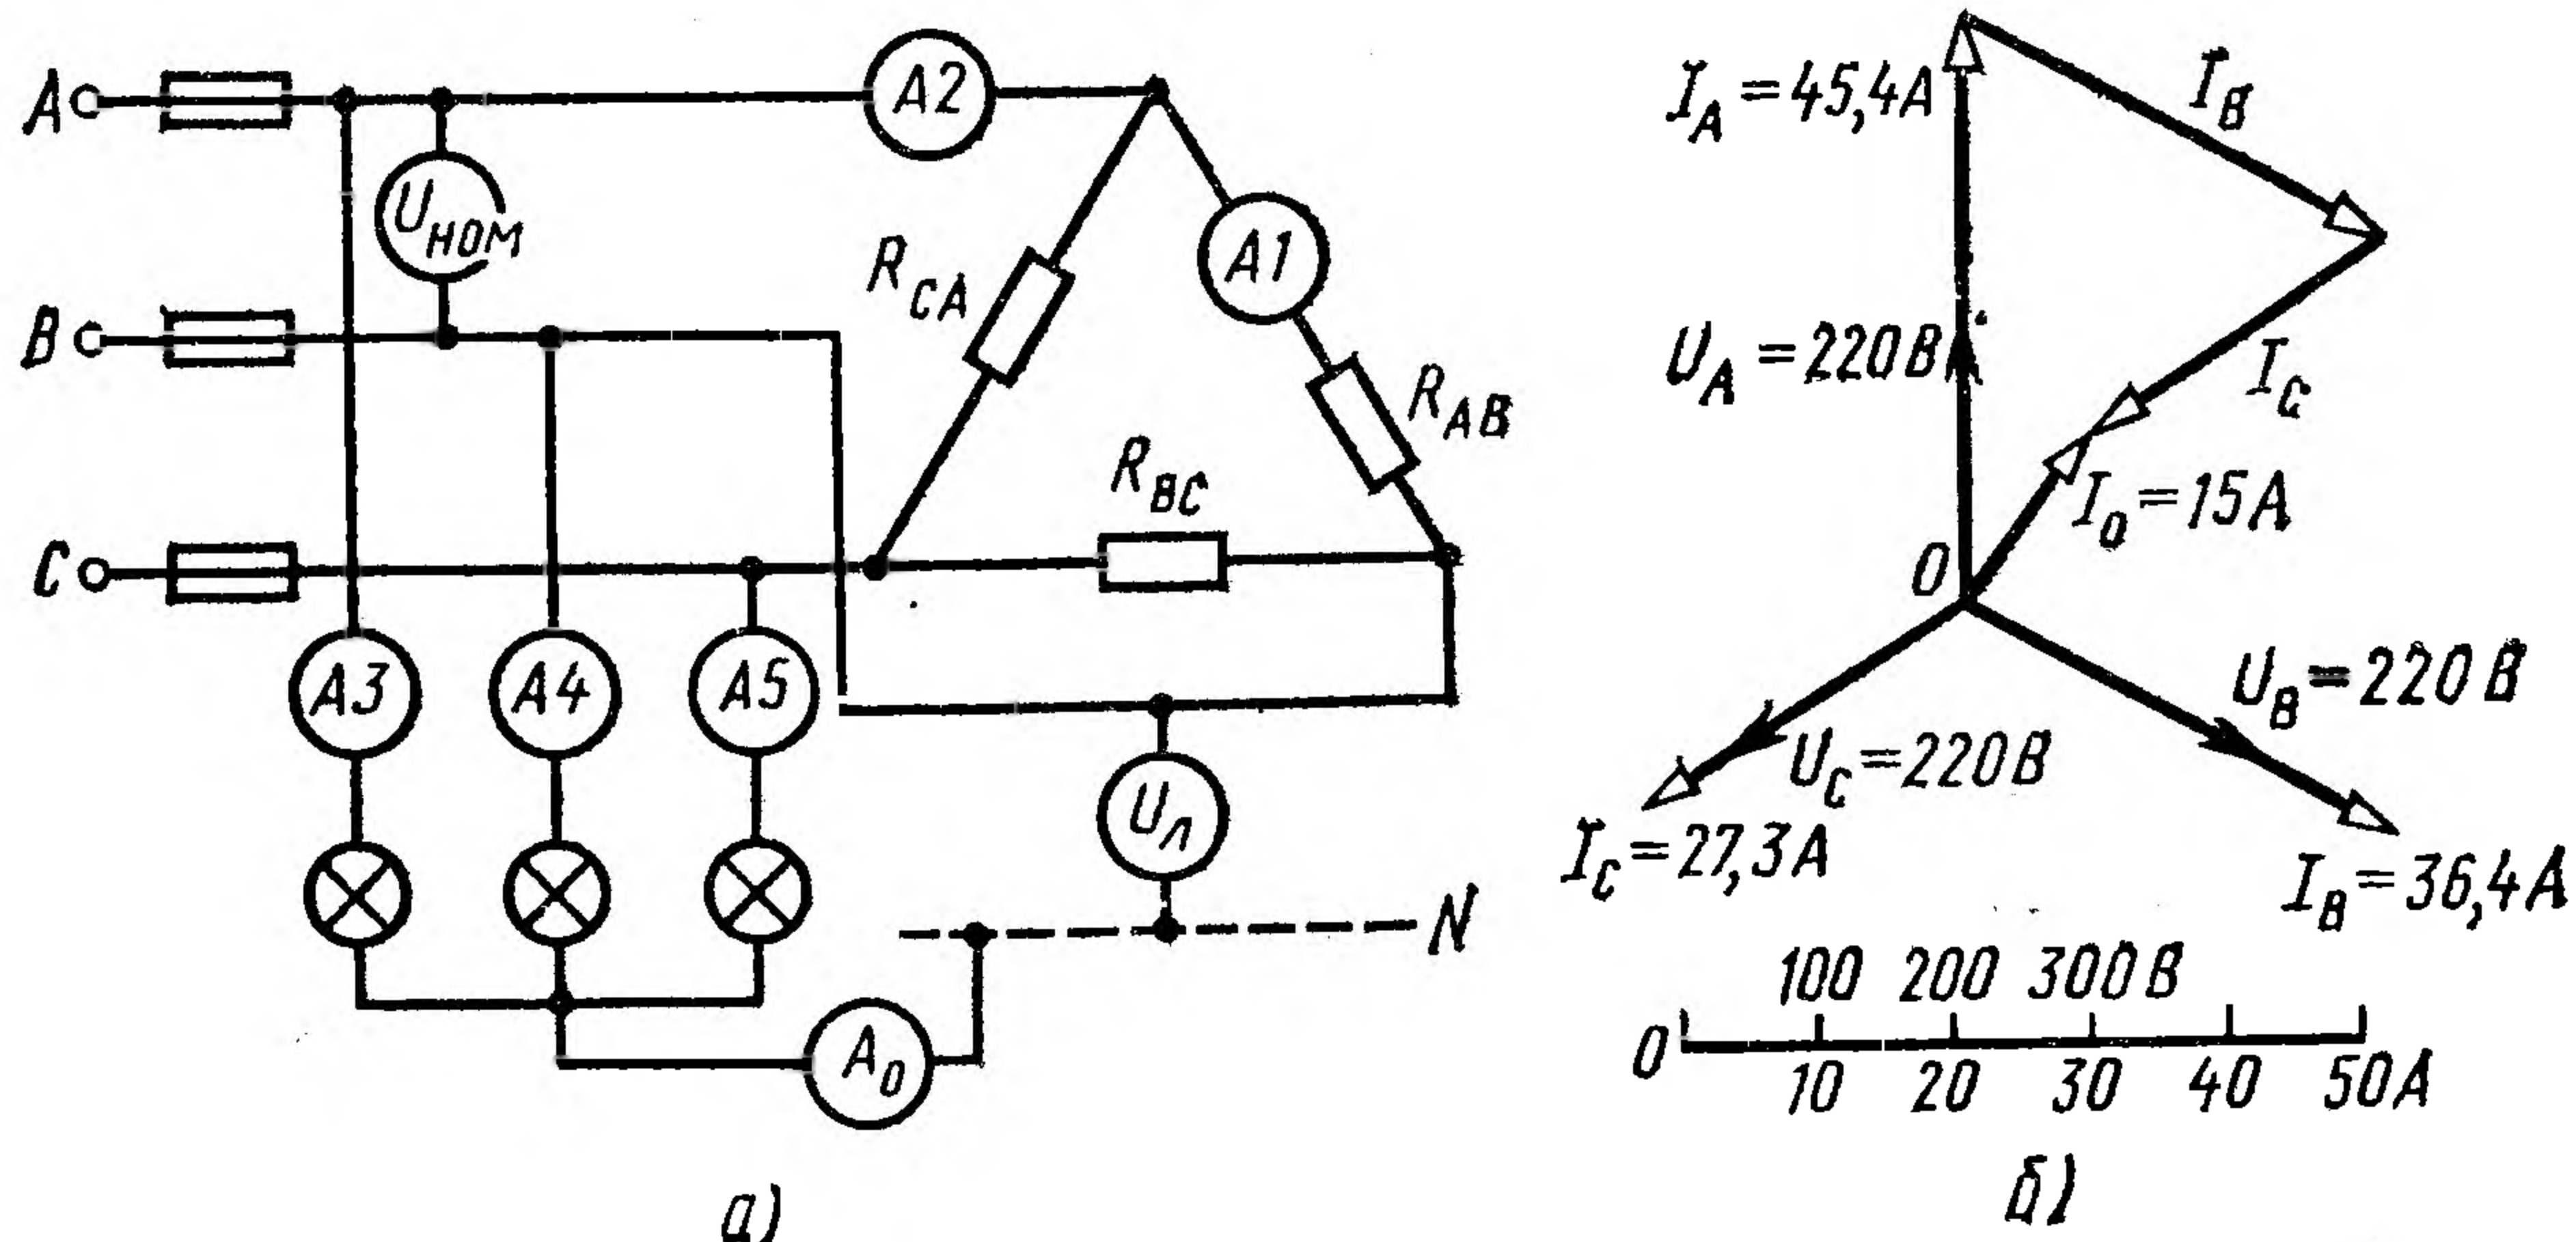

Рис. 10
**Пример 10.** В трехфазную четырехпроводную сеть включены печь сопротивления, представляющая собой симметричную нагрузку, соединенную треугольником, и несимметричная осветительная нагрузка в виде ламп накаливания, соединенных звездой (рис. 10, а). Мощность каждой фазы печи  $P_{\text{п}} = 10$  кВт. Мощность каждой лампы  $P_{\text{л}} = 200$  Вт
для напряжений и токов: 1 см — 100 В; 1 см — 10 А. Затем в принятом масштабе откладываем векторы фазных напряжений  $U_A$ ,  $U_B$  и  $U_C$ , располагая их под углом  $120^\circ$  друг относительно друга (рис. 10, б). Чередование фаз обычное: за фазой  $A$  — фаза  $B$ , за фазой  $B$  — фаза  $C$ . Лампы накаливания являются активной нагрузкой, поэтому ток в каждой фазе совпадает с соответствующим фазным напряжением. В фазе  $A$  ток  $I_A = 45,4$  А, поэтому на диаграмме он выразится вектором, длина которого равна  $45,4 : 10 = 4,54$  см; длина вектора фазного напряжения  $U_A$  составит:  $220 : 100 = 2,2$  см. Аналогично строим векторы токов и напряжений в остальных фазах. Ток  $I_0$  в нулевом проводе определяется геометрической суммой всех трех фазных токов. Измеряя длину вектора тока  $I_0$ , которая оказалась равной 1,5 см, получим значение тока в нулевом проводе  $I_0 = 15$  А. Векторы линейных напряжений на диаграмме не показаны, чтобы не усложнять чертеж.